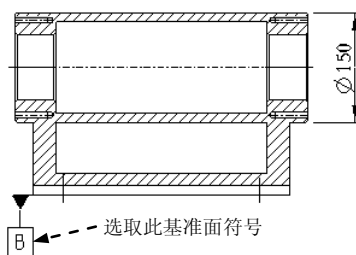

图 5.9.48 选取基准面符号
Step2. 在系统 **为目标选取设置基准平面或轴** 的提示下，选取图 5.9.48 所示的基准面符号。
Step6. 选择图 5.9.48 所示的菜单管理器中的 **Done (完成)** 命令。